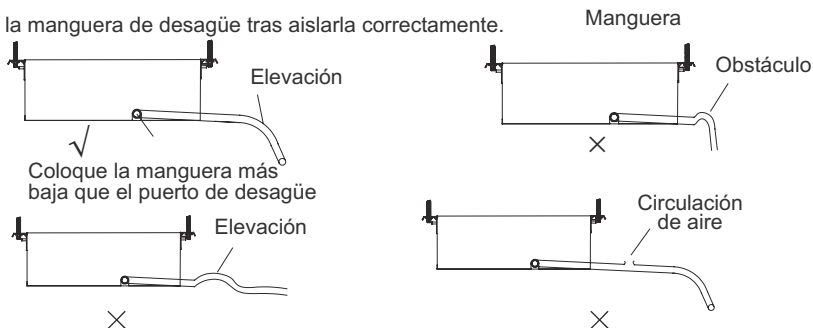

Fig.23
- (1). Instale la manguera de desagüe con una pendiente con inclinación descendiente de 1/50 a 1/100 sin elevaciones ni obstáculos en la manguera (Fig.23),
- (2). Asegúrese de que no hay grietas ni fugas en el tubo para evitar la formación de bolsas de aire (Fig. 23).